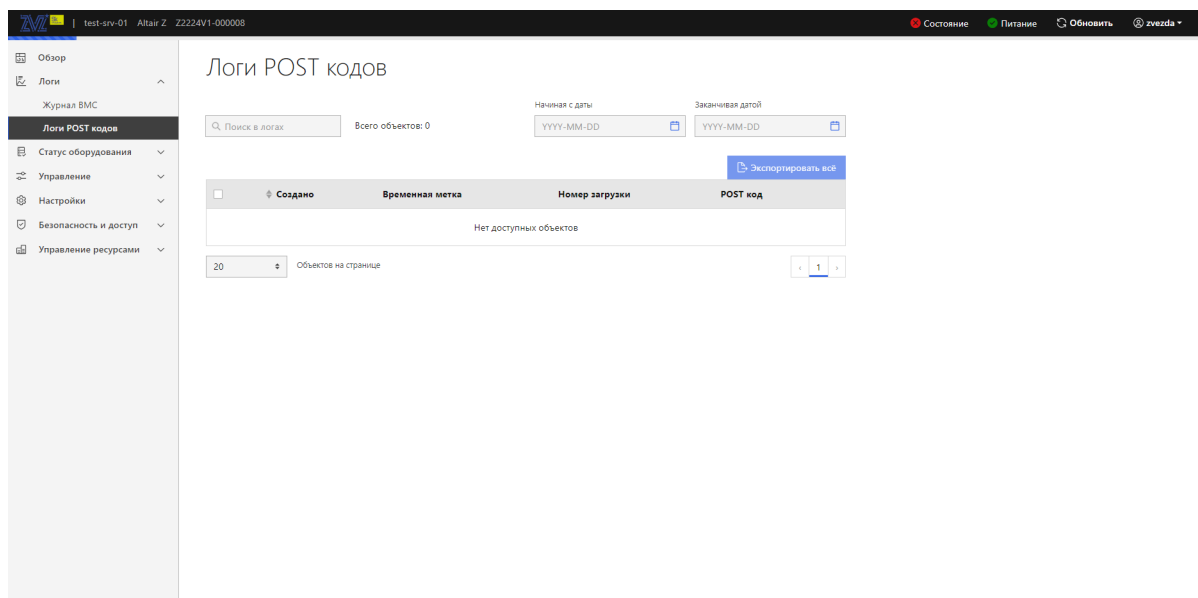

Рис. 81. Окно «Логи POST кодов»
- 3) Пройдите во вкладку «Логи» → «Логи POST кодов» в данной вкладке отображены все логи POST кодов. В поле «Поиск в логах» производится поиск логов POST кодов. В поле «Начиная с даты» произведите фильтрацию по дате начала логов, в поле «Заканчивая датой» произведите фильтрацию по дате окончания логов. «Экспортировать всё» позволяет экспортировать все логи POST кодов. Окно показано на рис. 81 **Окно «Логи POST кодов»**